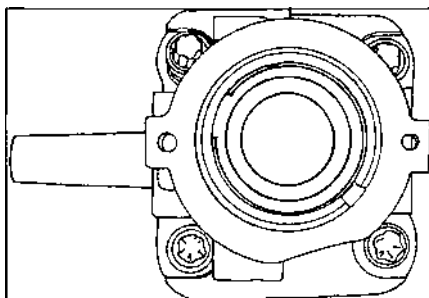
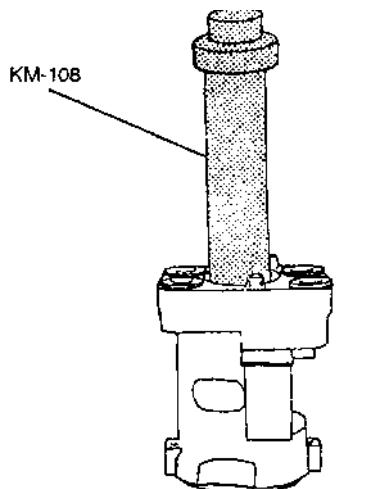
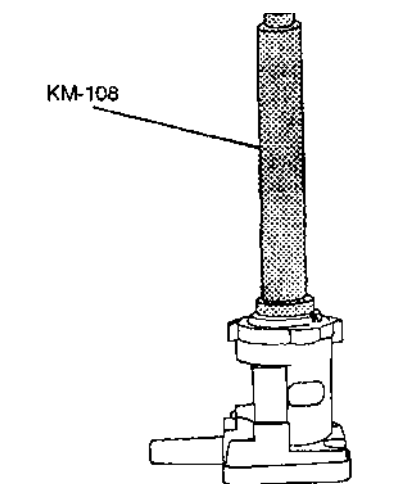

Рис. 6.38.
Рис. 6.39.
Рис. 6.40.
- извлечь из верхней части рулевой колонки шайбу и стопорное кольцо (рис. 6.38), а затем выпрессовать из неё с помощью подходящей оправки (например, оправки КМ-108) подшипник (рис. 6.39).
- подшипник запрессовать в верхнюю часть рулевой колонки с помощью подходящей оправки (например, оправки КМ-108) (рис. 6.40), а затем установить стопорное кольцо подшипника и шайбу (рис. 6.38);